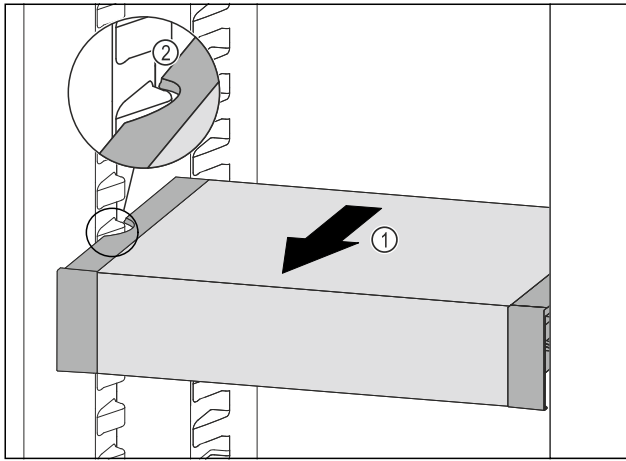

Fig. 78
- ▶ Потягнути VarioSafe вперед Fig. 78 (1), поки бокові заглиблення VarioSafe не опиняться на рівні ребра для ємності в охолоджувальному відділенні. Fig. 78 (2)